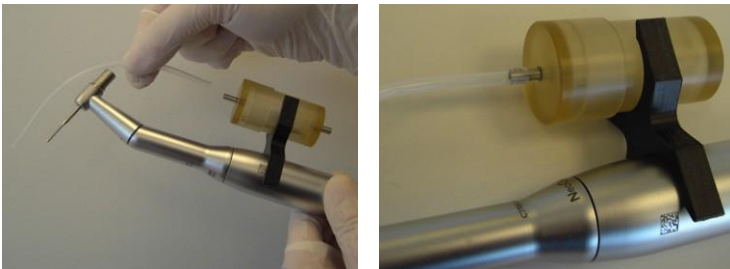

Figure 3-57. Raccordement du tuyau de greffon au côté Greffon du collecteur de greffons
- Raccordez le tuyau de greffon stérile au côté Greffon du collecteur de greffons, comme illustré à la Figure 3-57.